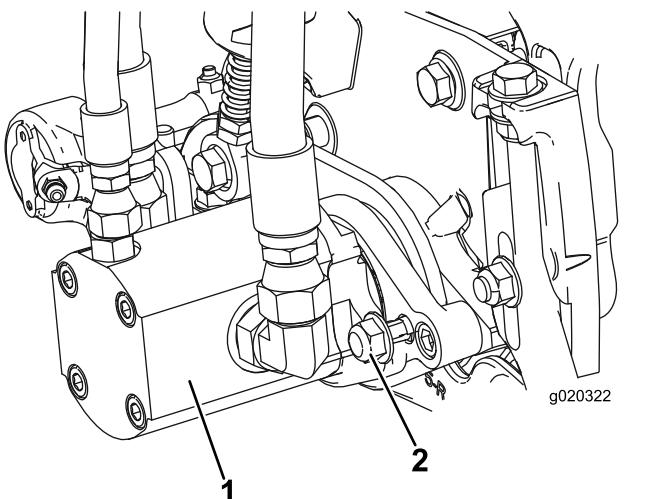

Figura 11
- Instale el motor girándolo en el sentido de las agujas del reloj de modo que las bridas del motor no choquen con las contratuerzas (Figura 11). Gire el motor en sentido antihorario hasta que las bridas rodeen las tuercas, luego apriete las tuercas.